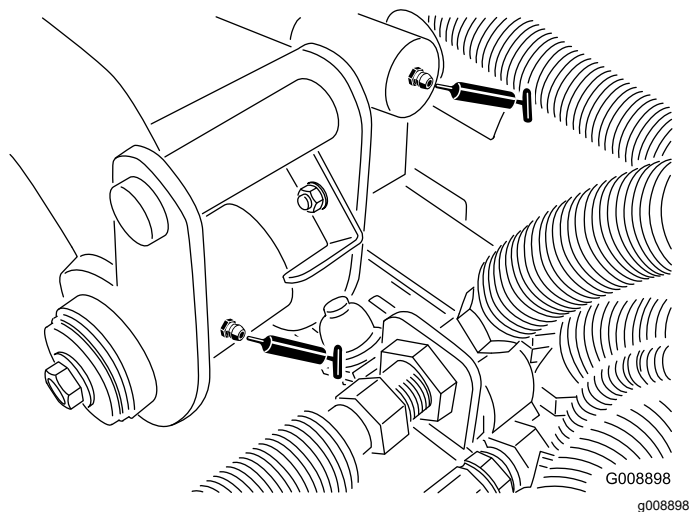

Figura 60
- Perno del braccio di sollevamento posteriore e cilindro di sollevamento (2 raccordi - Figura 60)